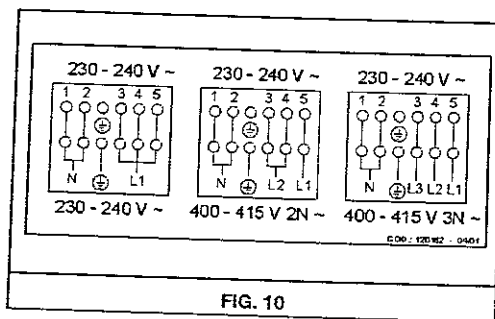

FIG. 10
- Déplacez les cavaliers de raccordement sur la boîte à bornes en suivant le schéma de la fig. 10